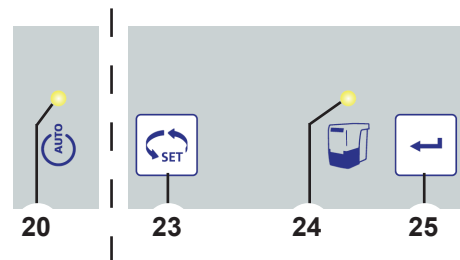

Fig. 8
- ⇒ Retirar la gaveta de polvo (4), tirando de ella hacia delante y vaciarla.
- ⇒ Pulsar la tecla Intro (25) (el contador para la detección del intervalo de tiempo se pone a cero).
- ♦ El indicador de la gaveta de polvo (24) se apaga.
**Si no se vacía la gaveta de polvo, continúa encendido el indicador de la gaveta de polvo (24, Fig. 8). Tras la desconexión o conexión del aparato, se indica de nuevo mediante una señal acústica triple el vaciado de la gaveta de polvo.**